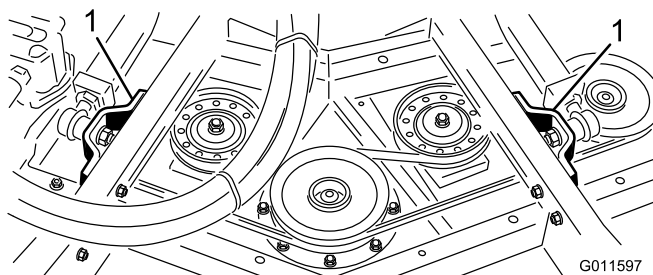

Figura 4
2. Rimuovete i bulloni, le rondelle e i dadi di bloccaggio che fissano il supporto di ogni giunto sferico del braccio di sollevamento al tubo del braccio orientabile dell'apparato di taglio (Figura 4).